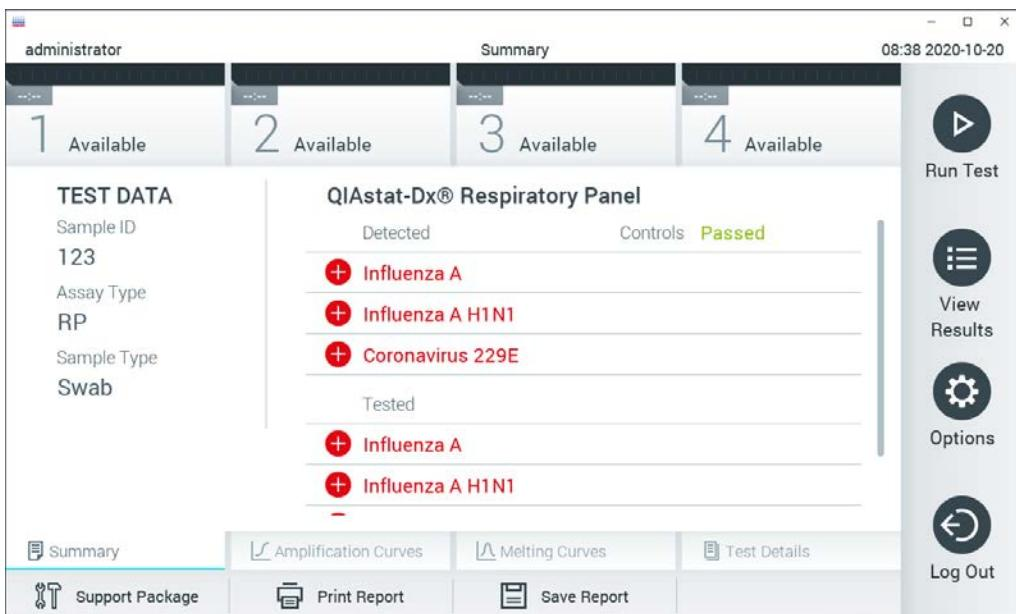

Figura 30. Ecranul Summary (Rezumat) cu rezultatele. .
11. După ce cartușul de test QIAstat-Dx a fost scos, va apărea ecranul **Summary** (Rezumat) cu rezultatele (Figura 30). Consultați Secțiunea 5.5 pentru detalii suplimentare.